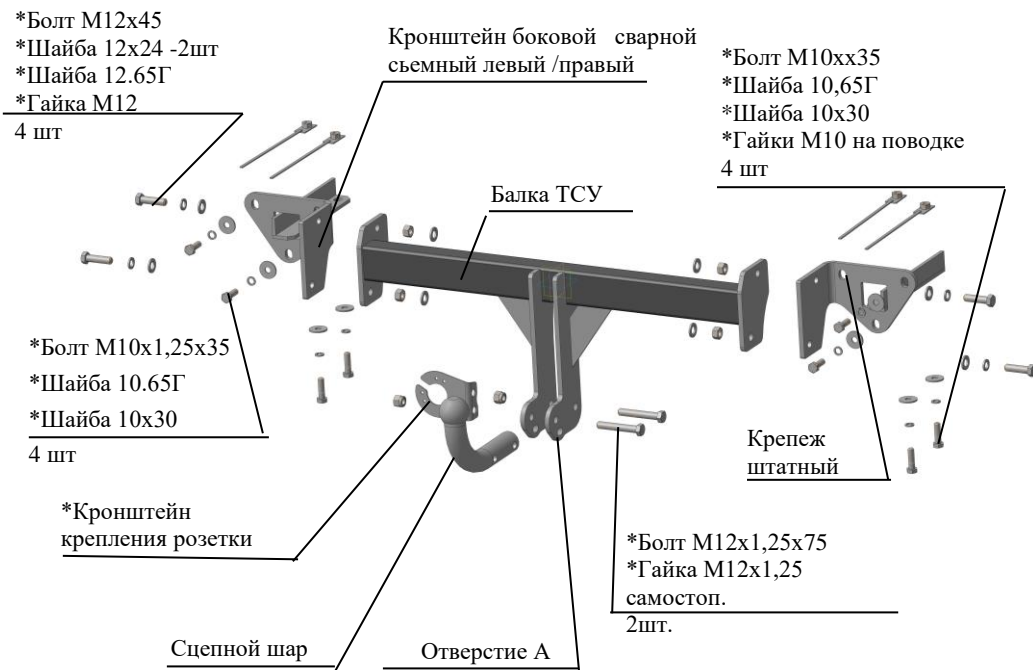

Рис.1 Тягово-сцепное устройство 8502 .
2.1 ТСУ 8502 в сборе (рис.1)	1 шт.
2.2 Пакет с комплектующими (см. рис.1)	1 шт.
4.2 Установить боковые сварные съемные кронштейны в лонжероны а/м (правый и левый соответственно рис.1), закрепить болтами М10х35, подложив под головки болтов шайбы 10.65Г и шайбы 10х30, используя гайки М10 на поводках, а к фартуку а/м закрепить штатным крепежом (см.рис.1) и болтами М10х1,25х35, используя гайки штатные и подложив под головки болтов шайбы 10.65Г и шайбы 10х30. Крепеж не затягивать.